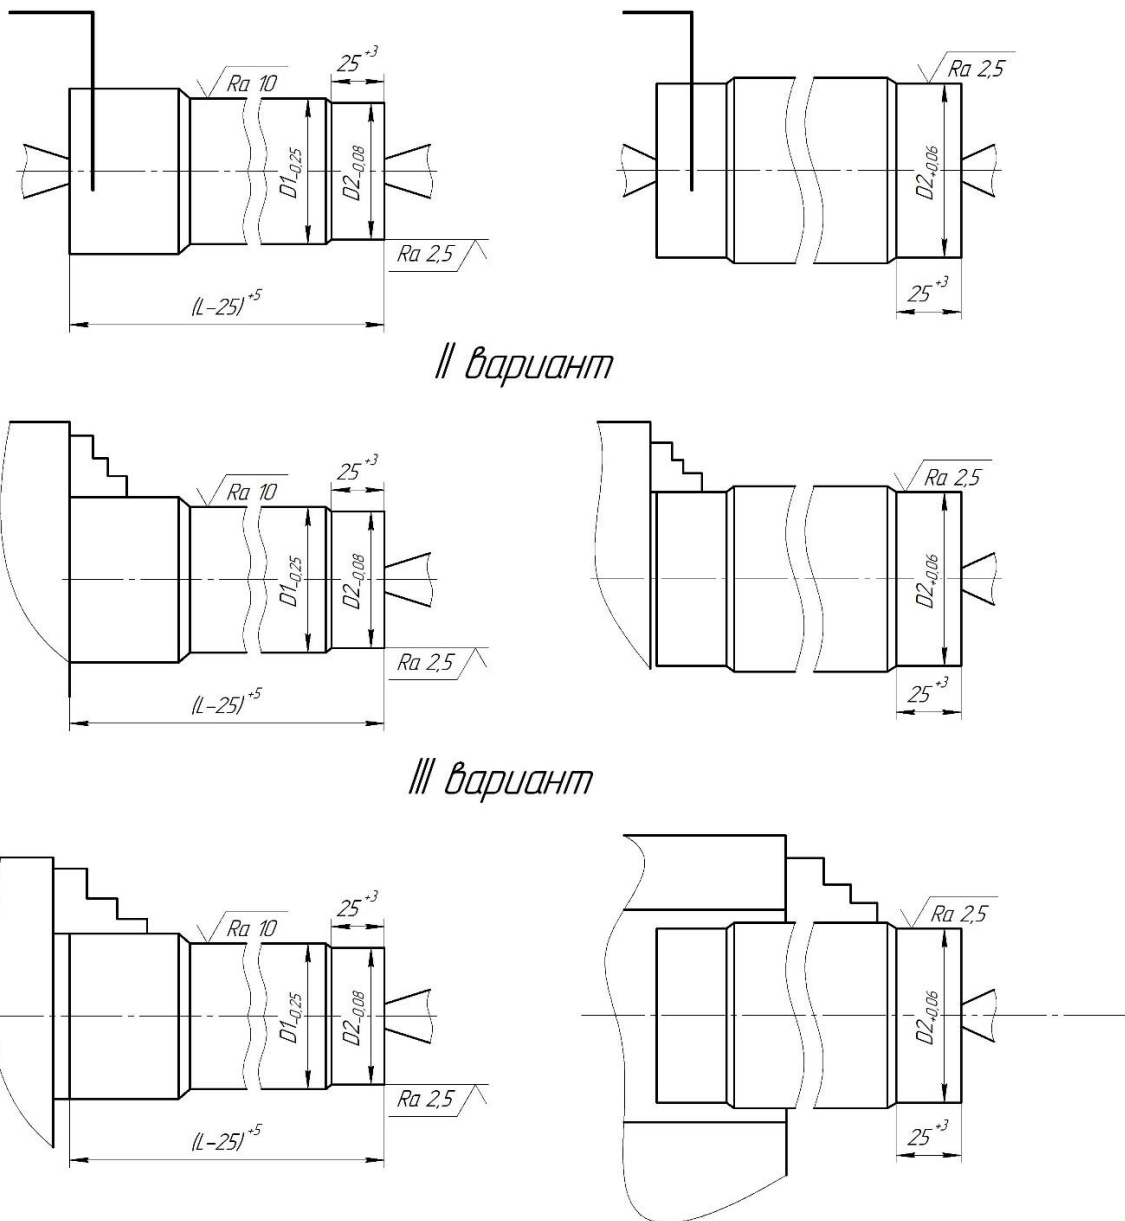

Рис. 3 Схема обработки валов при различных вариантах базирования
2. Разработать три варианта операций токарной обработки вала и составить операционные эскизы с указанием размеров обрабатываемых поверхностей, шероховатости, технологических баз (рис. 3).